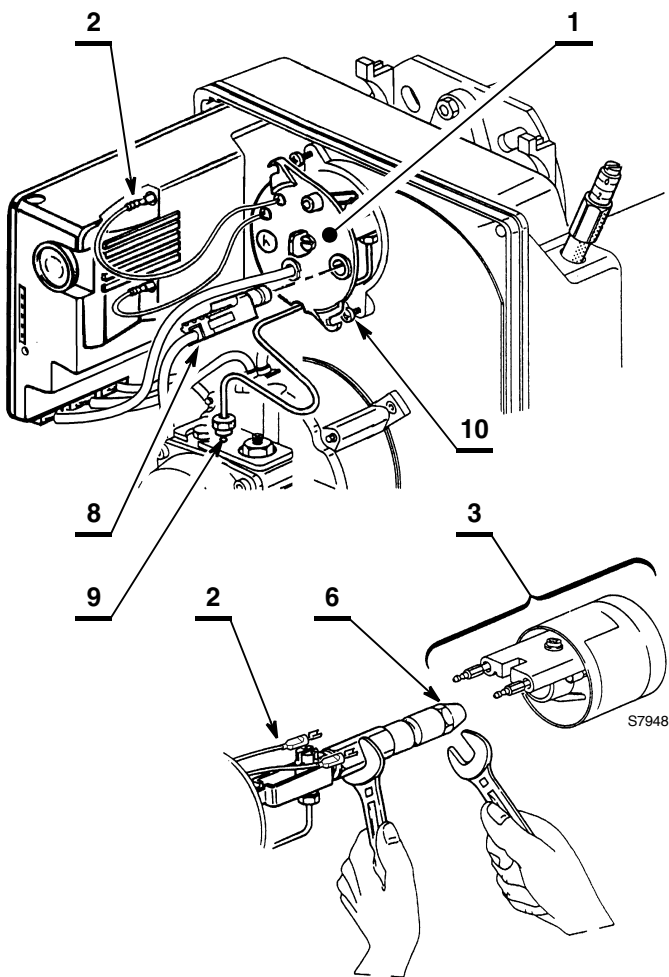
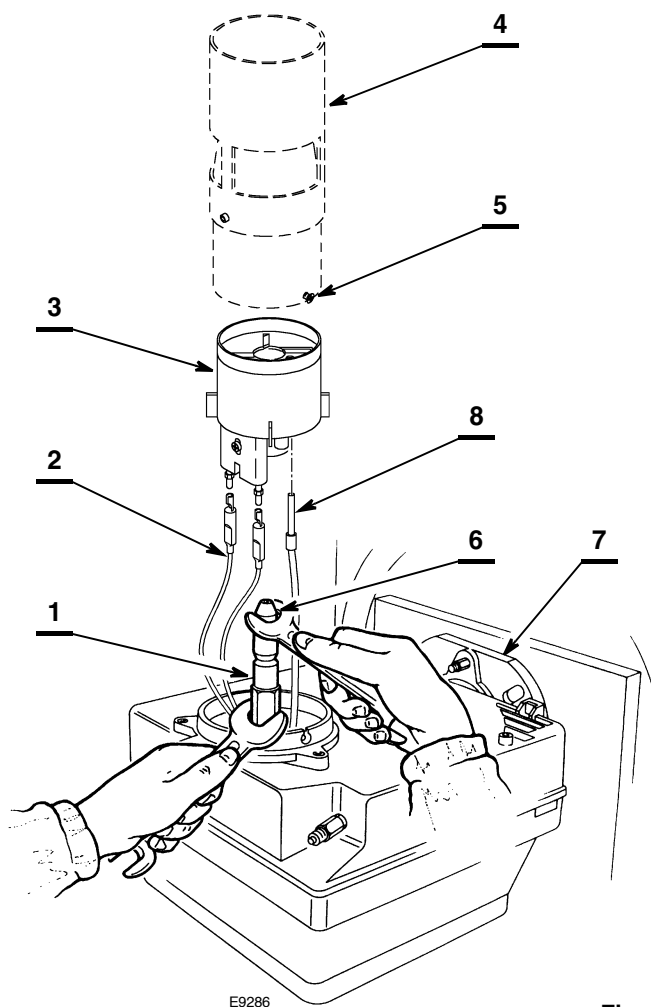

Fig. 21
Fig. 23
Se puede acceder a la boquilla, al disco estabilizador y a los electrodos de dos modos, ver Fig. 21 y Fig. 23:
- extraer los cables 2) (Fig. 21) de la caja de control y la fotoresistencia 8), y desenroscar la tuerca 9) de la bomba.
- Enganchar el quemador a la brida 7) (Fig. 23), aflojar los tornillos 5), luego extraer el conjunto tubo llama 4).
- Sustituir y enroscar correctamente la boquilla 6) sujetándola como se muestra en la Fig. 23.